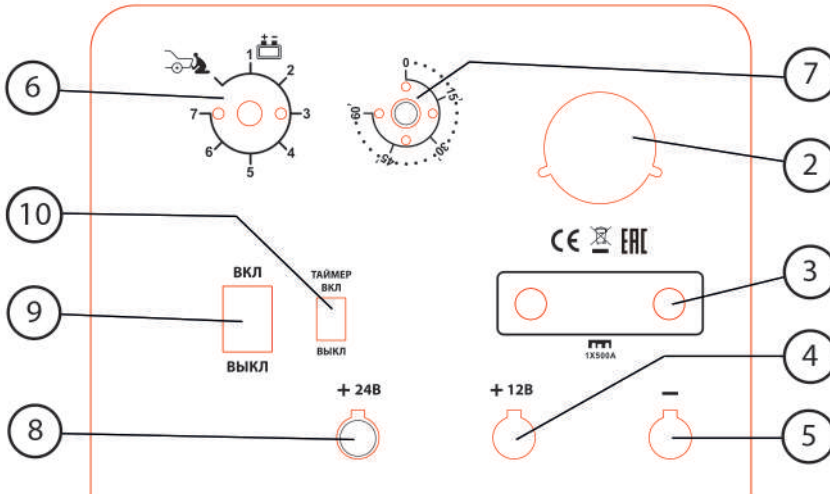
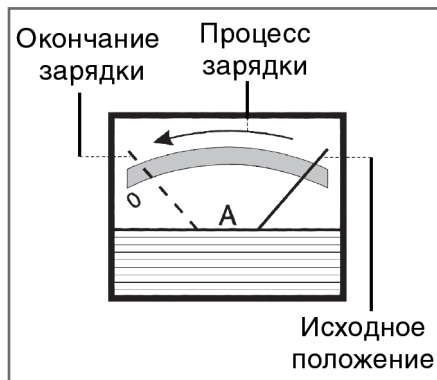

Рис. 1
Рис. 4
3) Переключатель 6 (рис. 1) установите в режим зарядки и выберите необходимый ток зарядки (см. рис. 2 и 3) положение «зарядка»
5) Подключите пуско-зарядное устройство к электросети. Включите зарядное устройство. Модель УПЗ 800 включается переключателем 6 (рис. 1). Модель УПЗ 1000 включается выключателем 9 (рис. 1). Амперметр показывает ток заряда батареи, при зарядке батареи показания амперметра будут медленно уменьшаться до минимального значения в соответствии с емкостью и состоянием батареи (Рис. 4).
Для пуска установить переключатель режимов 6 (рис. 1) в положение «пуск двигателя». При этом клемму с зажимом следует установить на напряжение (12 или 24 В), соответствующее напряжению питания запускаемого транспортного средства.